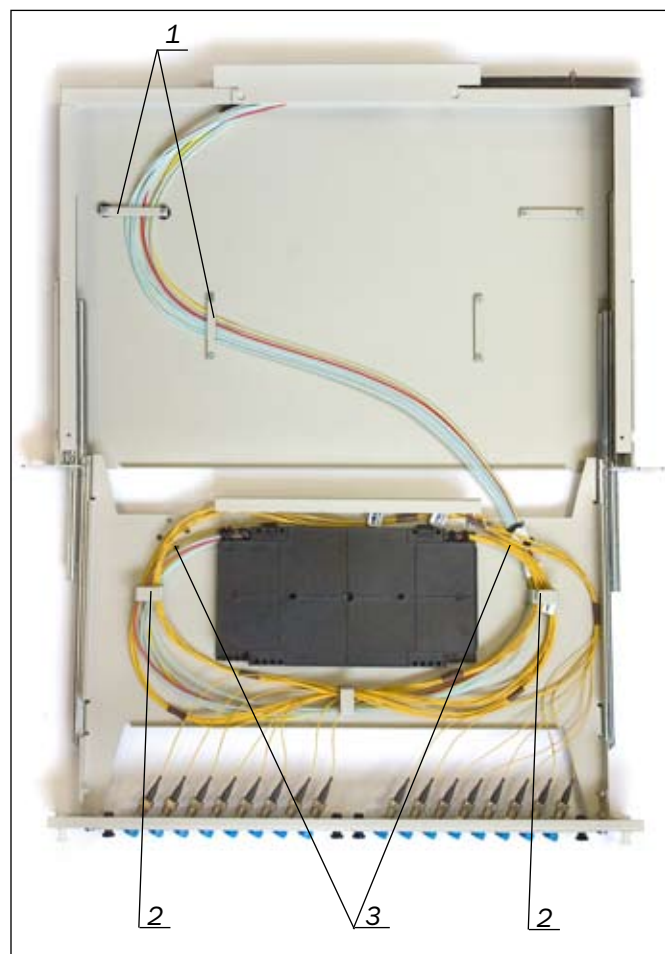

Рисунок 5.4 – Выкладка запаса ОМ:
5.10 Выложить ОМ на основании корпуса шкафа и закрепить их двумя планками с втулками (рисунок 5.4, поз. 1). Далее пропустить ОМ через держатели (рисунок 5.4, поз. 2) и закрепить их на выдвижной панели
через отверстия (рисунок 5.4, поз. 3) двумя стяжками нейлоновыми 2,5х75 мм.
5.18 Определить необходимые запасы длин pigtail до мест соединения их с ОВ подключаемого к шкафу ОК. Для этого необходимо выложить в держателях шкафа (рисунок 5.4; поз. 2) по 2-3 витка запасов длин pigtail до входа в кассету.